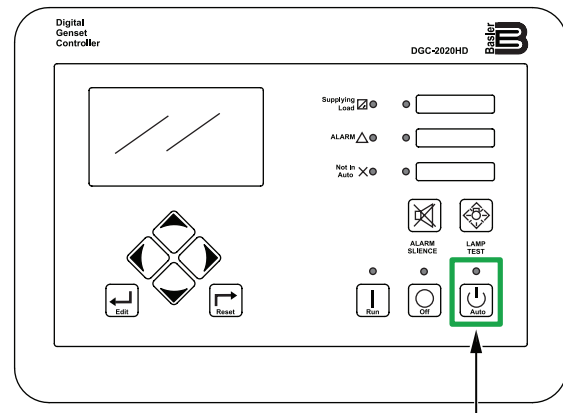

Figure 47. Contrôleur numérique (bouton automatique)
2. Appuyez sur le **bouton Auto** (Figure 47) du contrôleur numérique. Lorsqu'un signal de démarrage est reçu des contacts de démarrage automatique, le moteur démarre automatiquement après la fin du processus de préchauffage.